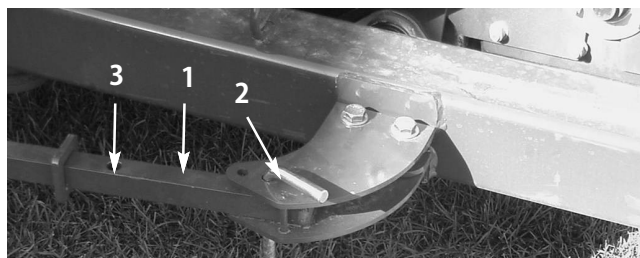

図34
2. アクチュエータ・アームを前アクチュエータ・タブに固定しているヒッチ・ピンを抜く(図34)。
4. ヒッチ・ピンを取り付けてアクチュエータ・アームを前アクチュエータ・タブ(図34)に固定する。